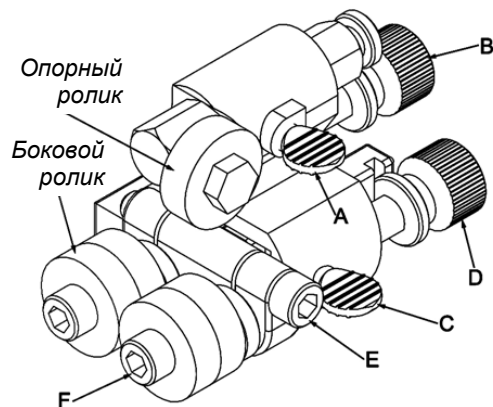

Рис. 3
- Установите нижнее роликовое направляющее устройство (Рис. 1) при помощи двух болтов с шайбами (Рис. 1). См. рис. 3.
- Отрегулируйте положение опорного ролика так, чтобы он находился на расстоянии 0,08 мм (толщина бумажного листа) от задней кромки пильного полотна. Для этого ослабьте винт-барашек (A, Рис. 3) и вращением регулировочного винта (B, Рис. 3) добейтесь нужного положения опорного ролика. Затяните винт-барашек (A, Рис. 3).
- Ослабьте винт-барашек (C, Рис. 3) и вращением регулировочного винта (D, Рис.3) добейтесь такого положения направляющих роликов, чтобы они находились сразу позади впадин зубьев пилы.
- Ослабьте винт (E, Рис. 3) и, вращением регулировочного винта (F, Рис. 3) по часовой стрелке или против часовой стрелки, добейтесь такого положения бокового ролика, чтобы он находился на расстоянии 0,08 мм (толщина бумажного листа) от боковой плоскости пильного полотна.
- Затяните винт (E, Рис.3). Убедитесь, что настройки не изменились, и направляющие ролики не защемили пильного полотна.